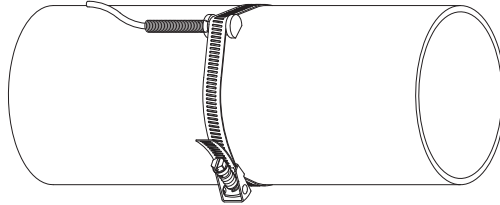

Abb. 9.3: Temperaturfühler am Rohr
- Positionieren Sie den Temperaturfühler am Rohr (siehe Abb. 9.3).
- Schieben Sie das Spannbänder durch die Teile (2) und (1) des Spannschlusses.